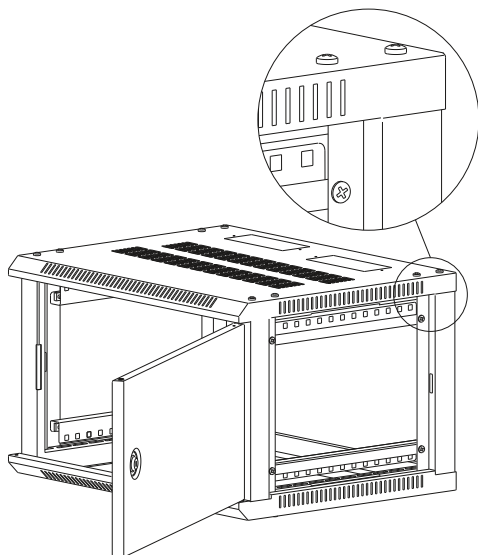

Рисунок 14
4.3.3 Закрепите планки внутри корпуса винтами M6×16 (рисунок 14).